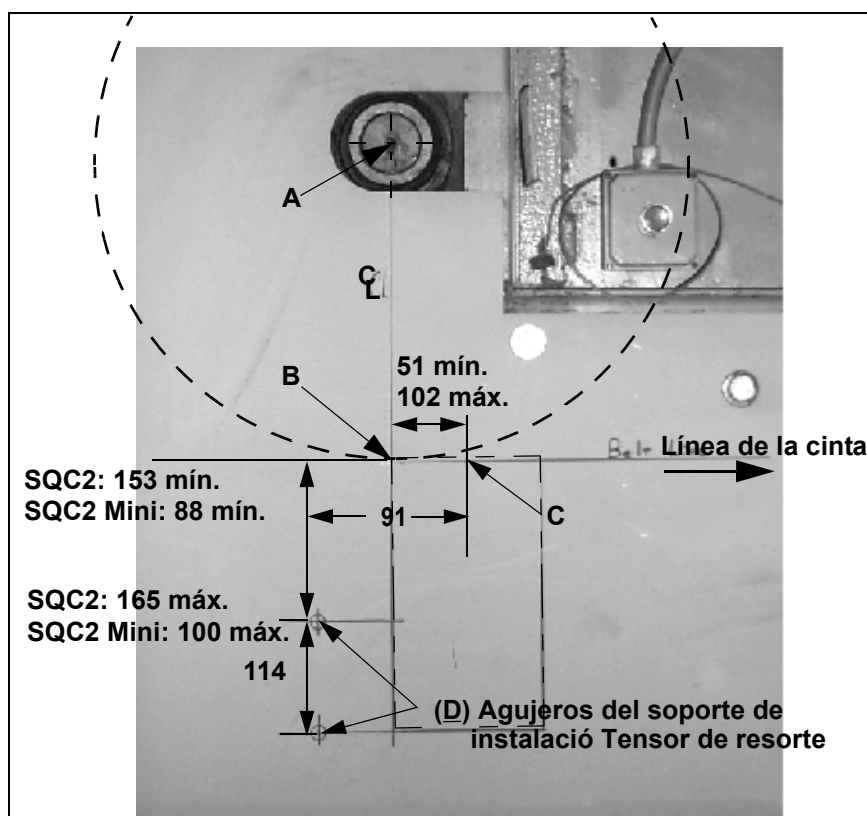

Fig. 1: Determinación de la posición de instalación
3. En el lado del usuario de la pared de la tolva, marcar la línea central vertical y horizontal del tambor de accionamiento para determinar el centro (A) del mismo. En el ángulo derecho, la línea vertical debe pasar hasta la línea de la cinta transportadora.
4. Marcar una posición a una distancia de 51 hasta 102 mm en la dirección de transporte a partir del punto en el que la cinta transportadora abandona el tambor de cabeza (B).
5. En esta posición (C), marcar una línea vertical en el ángulo recto con respecto a la cinta transportadora.
6. Tomar las medidas de la fig. 1 y marcar los agujeros de instalación del tensor de resorte (D).